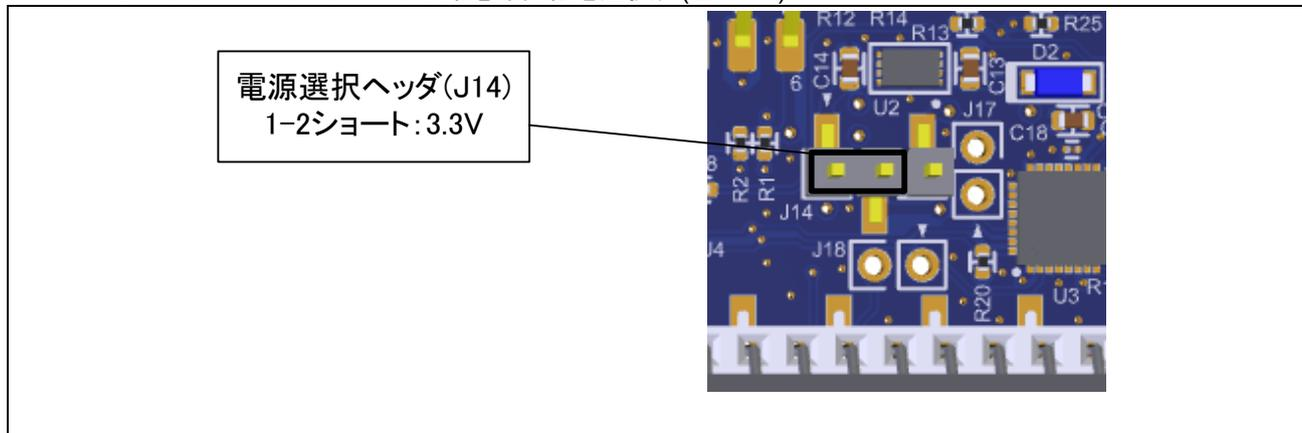

図 5-18: 3.3V 使用時のヘッダ設定
- ・ J14 1-2 ショート : 3.3V 電源を選択。出荷時初期設定。(図 5-18)